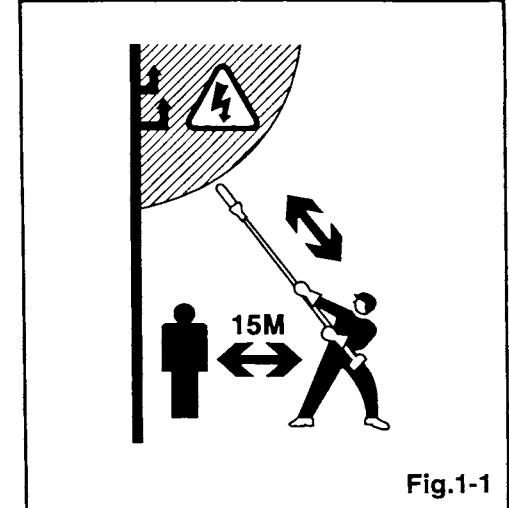

Fig.1-1
- Review the area to be trimmed. Look for hazards that could contribute to unsafe conditions. DO NOT operate unit if any wires(power, telephone, cable, etc.) are closer than 15M (50ft.) to any part of the operator or unit. (Fig.1-1)
conditions dangereuses. NE PAS faire fonctionner l'appareil au cas où n'importe quels fils (d'énergie électrique, téléphoniques, de câbles, etc.) se trouvent plus proches de 15 mètres (de 50 pieds) de n'importe quelle partie du manœuvre spécialisé ou de l'appareil. (Fig.1-1)
- Esaminare bene il luogo da potare. Considerare i rischi che potrebbero causare condizioni pericolose. NON far funzionare il dispositivo se alcuni fili (di corrente, telefonici, di cavo, etc.) si trovano più vicini di 15 metri (di 50 piedi) a qualche parte dell'operatore della macchina o del dispositivo. (Fig.1-1)